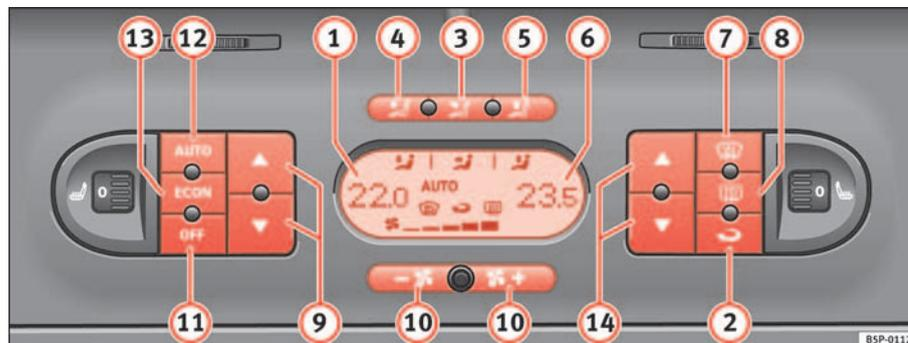

Fig. 126 Mandos del 2C-Climatronic en el tablero de instrumentos
- Para activar el modo manual pulse una de las teclas ⇒ página 159, fig. 126 (3) al (5), la tecla **ECON** o pulse las teclas de la turbina (10). El símbolo **AUTO** desaparecerá del display.
- Pulse la tecla  ⇒ página 159, fig. 126  para conectar o desconectar la recirculación de aire. Está conectada si en el display aparece el símbolo .